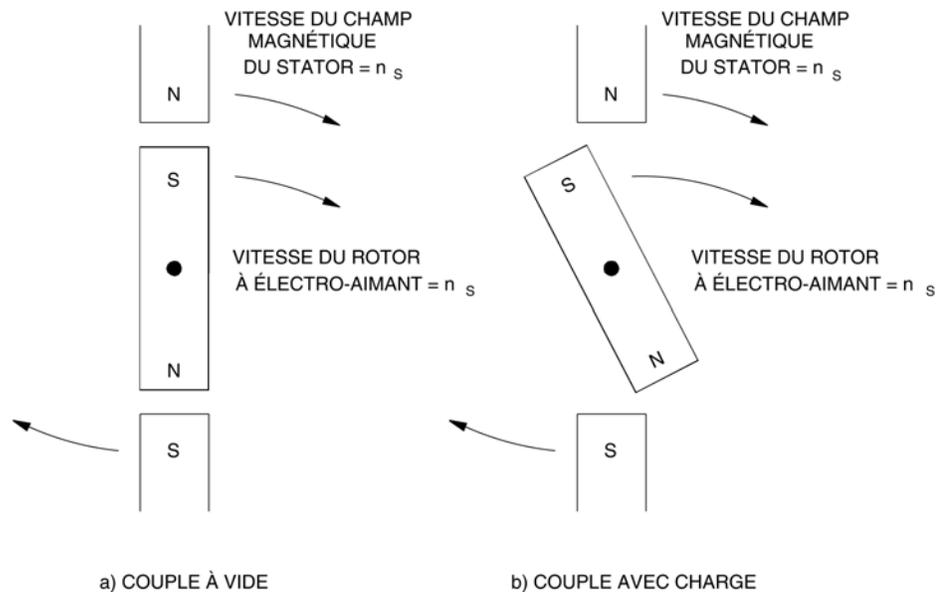

Figure 5-5. Effet du couple de charge sur la position du rotor d'un moteur synchrone.
L'une des caractéristiques importantes du moteur synchrone triphasé de l'expérience précédente est que sa vitesse est exactement la même que celle du champ magnétique tournant (vitesse synchrone  $n_s$ ). Lorsque le moteur synchrone tourne sans couple de charge, le rotor de l'électro-aimant est positionné de façon à ce que ses pôles magnétiques soient alignés avec ceux du champ magnétique tournant, comme le montre la figure 5-5 (a). Cependant, lorsque le couple de charge est appliqué au moteur synchrone, le rotor de l'électro-aimant change de position par rapport au champ magnétique tournant, c'est-à-dire qu'il se retrouve derrière le champ magnétique tournant, comme le montre la figure 5-5 (b).
3. Le moteur synchrone de la figure 5-5 décroche lorsque le rotor